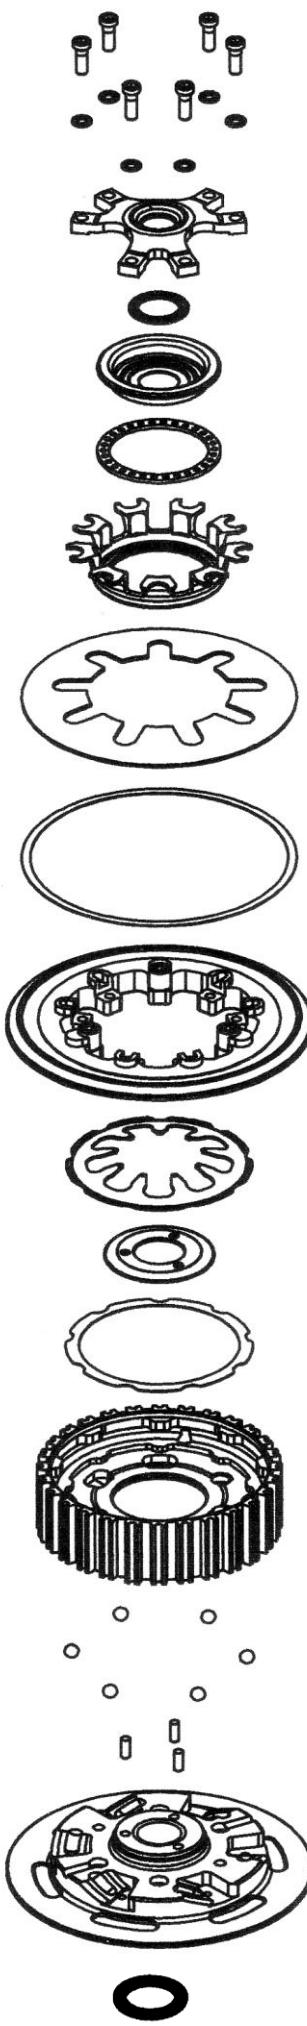

Figura 1
- ATTENZIONE: tra la campana originale e il mozzo (0F3MR230F1101A3) deve essere mantenuto il distanziale della frizione originale (Figura 1).